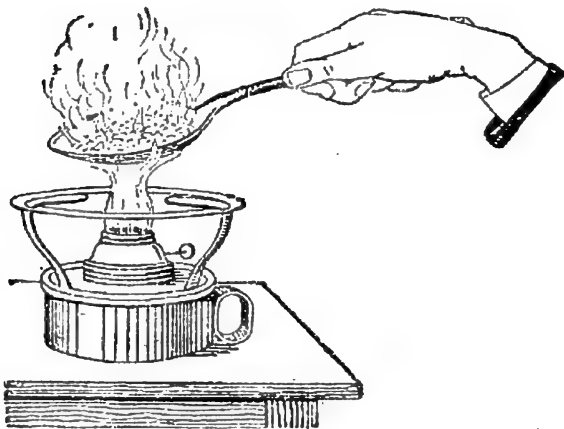

Fig. 3. — En chauffant de l'eau salée, on obtient un dépôt de sel.
**4. Chauffons l'eau salée.** — Dans une cuiller de fer, mettons un peu de notre eau très salée, et chauffons (*fig. 3*). L'eau ne tarde pas à bouillir en projetant de fines gouttelettes dont certaines retombent sur les bords de la cuiller où elles se vaporisent aussitôt en laissant une trace blanche. Puis, autour de l'eau qui bout, se forme un bourrelet blanc qui s'élargit peu à peu; enfin, toute l'eau se vaporise et le fond de la cuiller est couvert d'un dépôt blanc. Laissons refroidir et goûtons ce dépôt : c'est du sel.